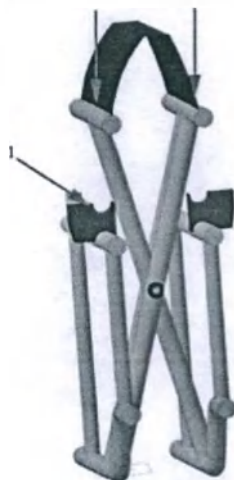
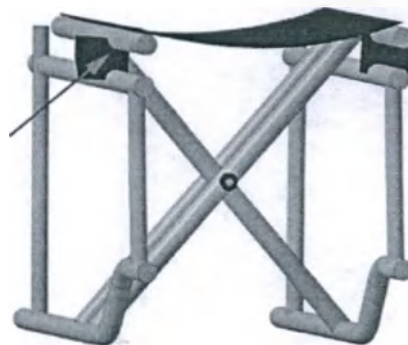

Рис.1.5
Рис.1.6
5.1.1 Рама кресла изготовлена из металла с порошковым напылением. Коляска поставляется в сложенном виде. Для того что бы разложить раму коляски нажмите на трубы сиденья как показано на рис.1.5. Важно, чтобы трубы попали в ловители на раме (поз.1, рис.1.6). Труба должна полностью войти в ловитель, как показано на рис.1.6